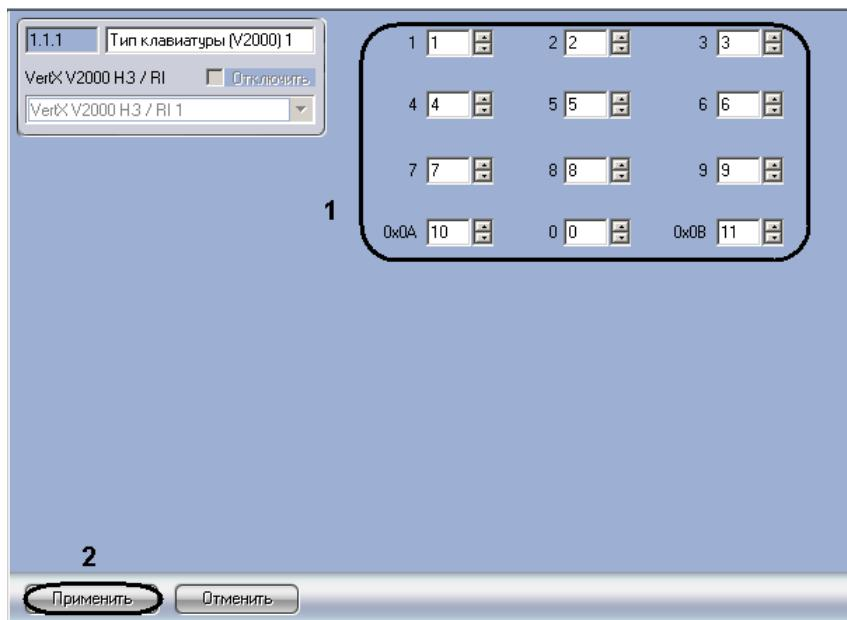

Рис. 3.7—17 Настройка типов клавиатур
2. В полях **0-9** необходимо ввести значение, которое будет получать контроллер, при нажатии на соответствующую цифру на клавиатуре (см. Рис. 3.7—17, 1).
3. В поле **0x0A** необходимо ввести значение, которое будет получать контроллер, при нажатии на кнопку * на клавиатуре (см. Рис. 3.7—17, 1).